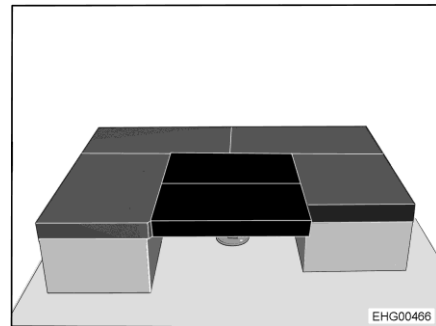

Fig. 175 Después de la transformación
- Colocar 2 cojines adicionales en la mesa de modo transversal (véase Fig. 175).